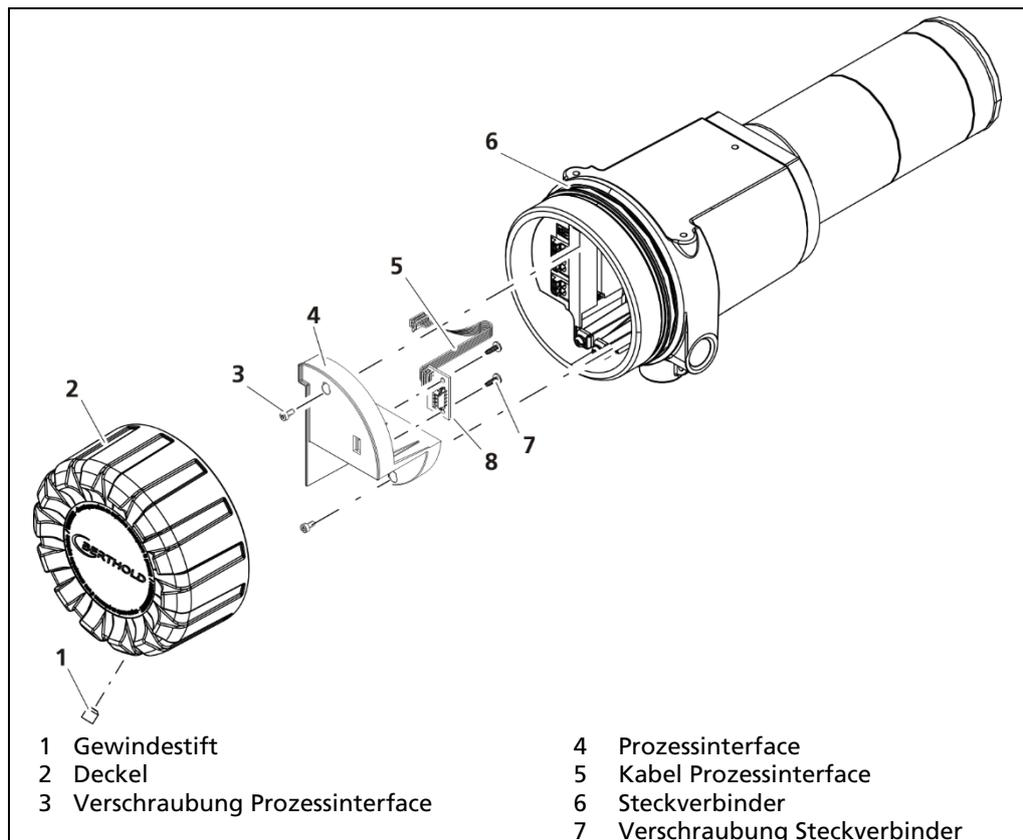

Abb. 15 Prozessinterface tauschen
1. Lösen Sie den Gewindestift (Abb. 15, Pos.1) und entfernen Sie durch Drehen mit beiden Händen den Deckel (Abb. 15, Pos.2).
2. Lösen Sie die Verschraubung (Abb. 15, Pos.3) und entfernen Sie das Prozessinterface (Abb. 15, Pos.4) aus dem Anschlussraum.
3. Lösen Sie das Kabel (Abb. 15, Pos.5) in dem Sie ggfs. den Steckverbinder (Abb. 15, Pos.6, Pos7) entfernen.
4. Verbinden Sie das neue Prozessinterface mit dem Kabel (Abb. 15, Pos.5) und setzen Sie das angeschlossene Prozessinterface wieder in den Anschlussraum ein.
5. Verschrauben Sie das neue Prozessinterface (Abb. 15, Pos.3).
6. Stellen Sie sicher, dass der O-Ring (Abb. 15, Pos.7) über den gesamten Umfang auf der Stirnfläche des Detektorsockels anliegt.
7. Bringen Sie den Deckel (Abb. 15, Pos.2) an. Drehen Sie den Deckel bis zum Anschlag auf das Detektorgehäuse.
8. Verschrauben Sie den Gewindestift (Abb. 15, Pos.1).